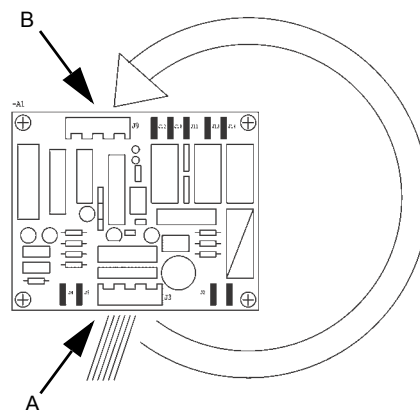

Рис. 5 Электронная печатная плата
2. Переустановить соединитель управления из первоначальной позиции, см. рис. 5, поз. А, во временную аварийную позицию, см. рис. 5, поз. В.